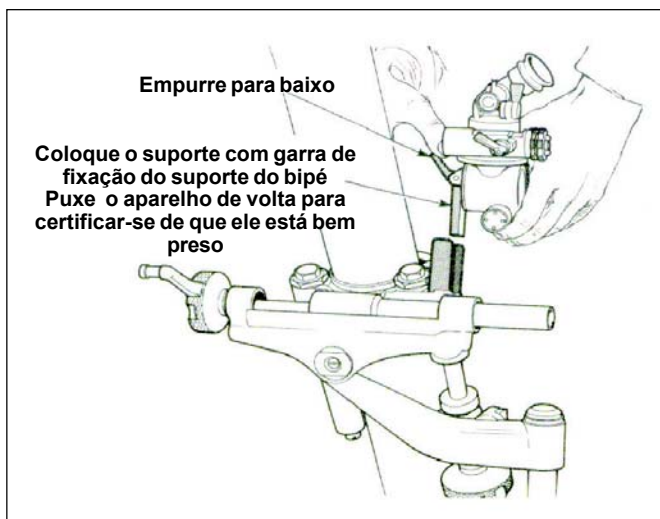

Fig 2-11. Instalando o Aparelho de Pontaria
(1) O atirador deve certificar-se antes de instalar o aparelho de pontaria que ele esteja na alça 1100, além de posicionar o índice de derivas (escala de derivas) em zero (Fig 2-11).